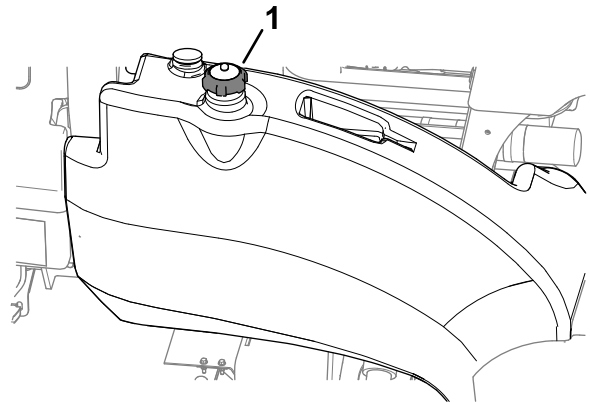

Figura 28
3. Îndepărtați capacul de la rezervorul de combustibil (Figura 28).